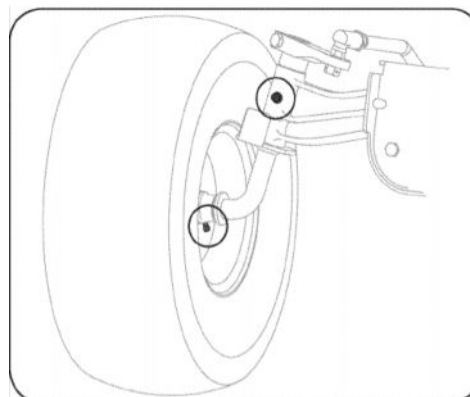

Рис. 26
1. Для того чтобы поднять переднюю часть деки, затяните (резьба внутренняя) контрящую гайку на переднем кронштейне подвески. См. Рис. 26.